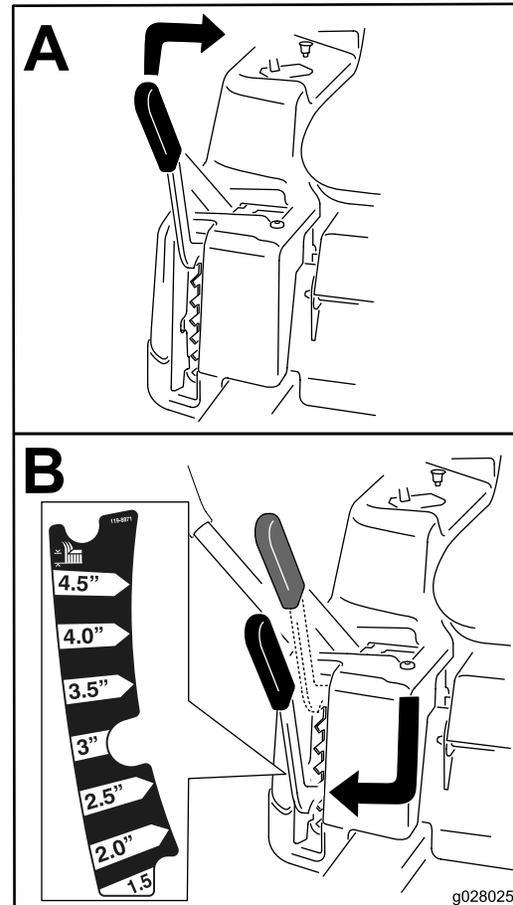

Figura 19
**Nota:** La posición de transporte es la posición de altura de corte más alta, 115 mm (4½"), según se muestra en Figura 19.
La altura de corte es controlada por la palanca situada a la derecha del puesto del operador (Figura 19).